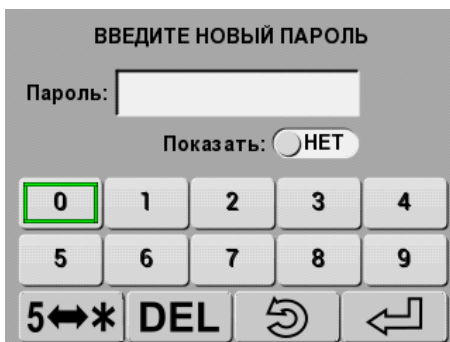

Рис. 12. Окно ввода пароля
4) активируйте поле пароля и после автоматического перехода в окно его ввода (рис. 12), задайте пароль, используя виртуальную клавиатуру; пароль может состоять из набора от одной до восьми цифр;
1) при активной блокировке меню и попытке входа в меню будет автоматически отображено окно ввода пароля аналогичное представленному на рис. 12;